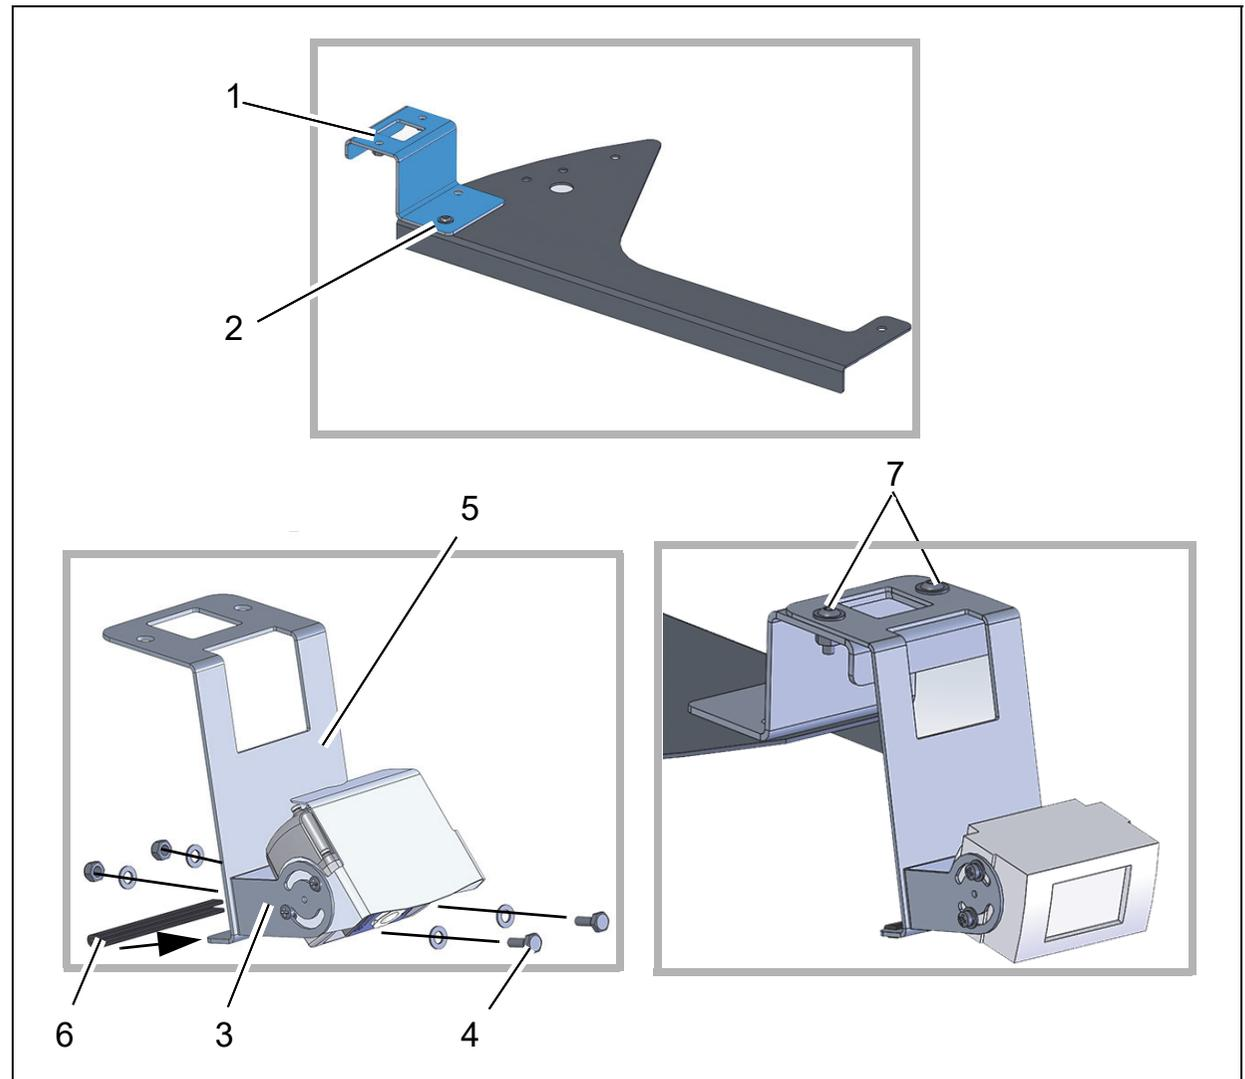

Abb. 4
Optionshalter (Abb. 4/1) mit einer Linseflanschschraube M6x12 (Abb. 4/2 Position beachten!) auf dem Abdeckblech vormontieren.
1. Kamera (Abb. 4/3) mit zwei Sechskantschrauben M5x12 (Abb. 4/4), vier Scheiben A5,3 und zwei Muttern M5 am Kamerahalter (Abb. 4/5) befestigen.
2. Kantenschutz (Abb. 4/6) am Kamerahalter befestigen.
Vormontierten Kamerahalter mit zwei Linseflanschschrauben M6x16 (Abb. 4/7), zwei Sperrkantscheiben SKM 6 und den Sechskantmuttern M6 am Optionshalter befestigen.